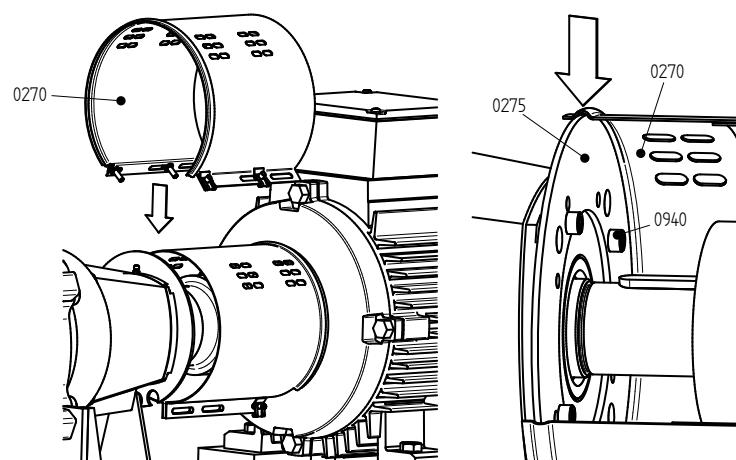

Рисунок 16. Установка кожуха на стороне насоса
- 7 Выверните болты (0940) и снимите монтажную пластину (0275) с крышки подшипника (2115). Для моделей L5/L6: выверните болты (0940) и снимите монтажную пластину (0275) с держателя подшипника (2840). См. рисунок 16.
- 4 Установите монтажную пластину (0275) на крышку подшипника (2115) с болтами (0940). Для моделей L5/L6: установите монтажную пластину (0275) на держатель подшипника (2840) с болтами (0940). См. рисунок 16.